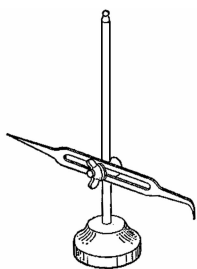

图 3-4 划线盘
5. 划线盘(图 3-4)。划线盘用来在划线平台上对工件进行划线或找正工件在平台上